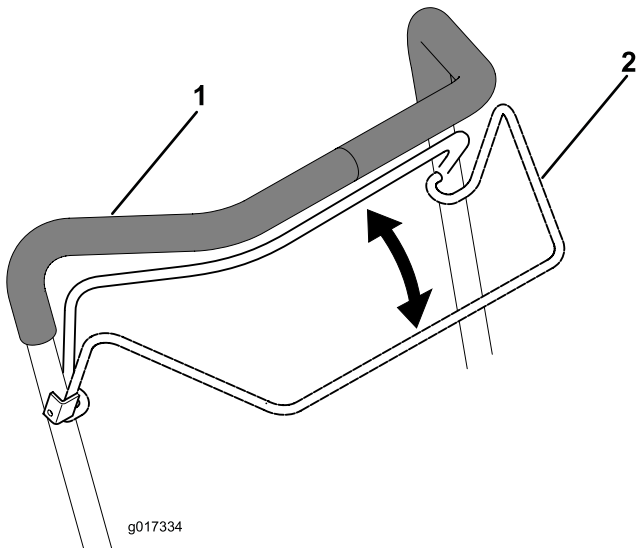

Figura 13
3. Sujete el control de presencia del operador contra el manillar (Figura 13).